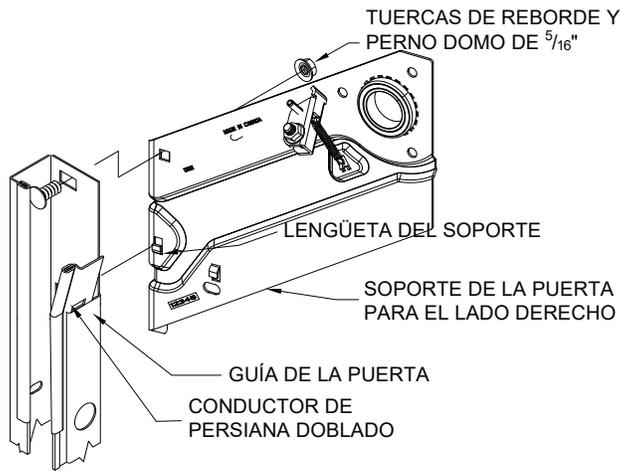

Figura 2.
4.1 Coloque la lengüeta del soporte de cada soporte en la ranura de las guías laterales y deslícela hacia arriba hasta que quede donde corresponde. Atornille el soporte izquierdo y el derecho de la puerta a las guías de la puerta con un (1) perno domo de 5/16" y una tuerca de reborde en cada guía. (Véase la Figura 2). ¡ASEGÚRESE DE QUE